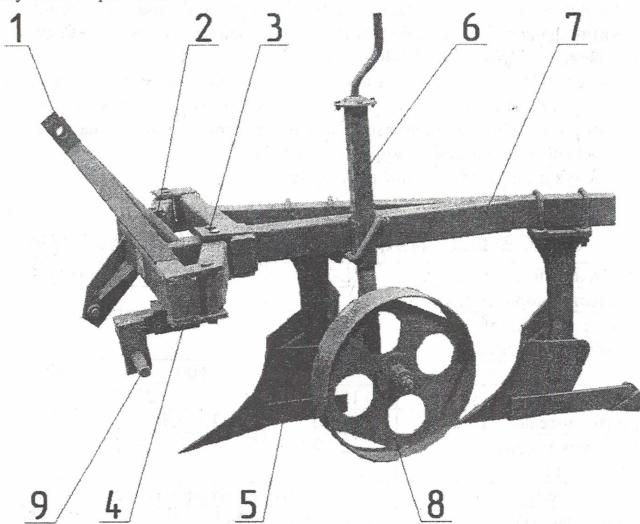
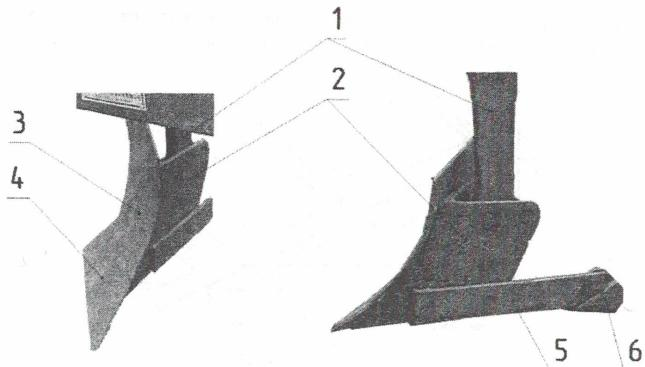

Рисунок 1. Устройство плуга двухкорпусного типа 1L-220
Рисунок 2. Устройство корпуса плуга
Устройство плугов 1L серии 20 рассмотрено на примере двухкорпусного плуга 1L-220 (рис.1). Двухкорпусный плуг состоит из двух корпусов 5, рамы 7, узла навески 1, двух кронштейнов 2 и 4, стопорного пальца 3, стойки колеса 6, колеса опорного 8. Рама плуга предназначена для крепления на ней всех частей плуга и присоединения плуга к трактору через узел навески. Корпусы плуга предназначены для вспашки, оборота пласта земли и рыхления почвы. Опорное колесо предназначено для поддержки плуга во время работы и регулирования глубины обработки.
Корпус (рис. 2) состоит из стойки 1, башмака 2, отвала 3, лемеха 4, доски полевой 5, пятки 6 (направляющая, устанавливается только на крайний задний корпус). Корпус крепится к раме двумя хомутами с гайками (рис.1). Последним по ходу движения устанавливается корпус с пяткой. Корпусы устанавливаются таким образом, чтобы при работе не оставалось необработанных участков.
На стойке колеса опорного 6 (рис.1) приварены две пластины, которые задают положение стойки 6 при установке на раму 7. Стойка крепится к раме 7 хомутом с гайками. Глубина вспашки задается установкой колеса опорного относительно нижней части полевой доски корпуса плуга 5 (рис. 2) и регулируется рычагом стойки с помощью червячной передачи, установленной внутри колесной стойки.
3. соединить пальцы навески 9 (рис.1) плуга с нижними тягами навески трактора, а верхнюю тягу узла навески 1 (рис.1) плуга с верхней тягой навесного устройства трактора с помощью пружинных шплинтов;
6.3.2. Глубина пахоты устанавливается перемещением опорного колеса 8 (рис. 1) верх или вниз.